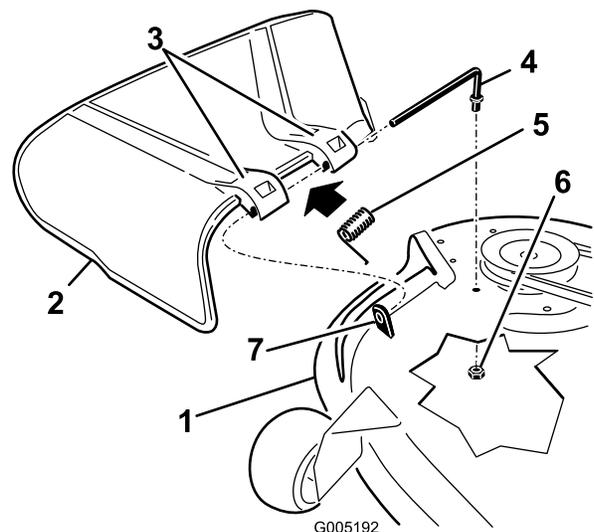

Figura 56
- Localice los elementos mostrados en la Figura 56.
- Retire la tuerca (3/8 pulg.) de la varilla (debajo del cortacésped) (Figura 56).
3. Retire la varilla del espaciador corto, del muelle y del deflector de hierba (Figura 56). Retire el deflector de hierba dañado o desgastado.
4. Vuelva a colocar el deflector de hierba (Figura 56).
6. Coloque el muelle sobre la varilla, con los extremos de los alambres hacia abajo, y entre los soportes del deflector de hierba. Deslice la varilla por el segundo soporte del deflector de hierba (Figura 56).
7. Introduzca la varilla, en la parte delantera del deflector de hierba, por el espaciador corto de la plataforma. Fije el extremo trasero de la varilla en el cortacésped con una tuerca (3/8 pulg.) (Figura 56).